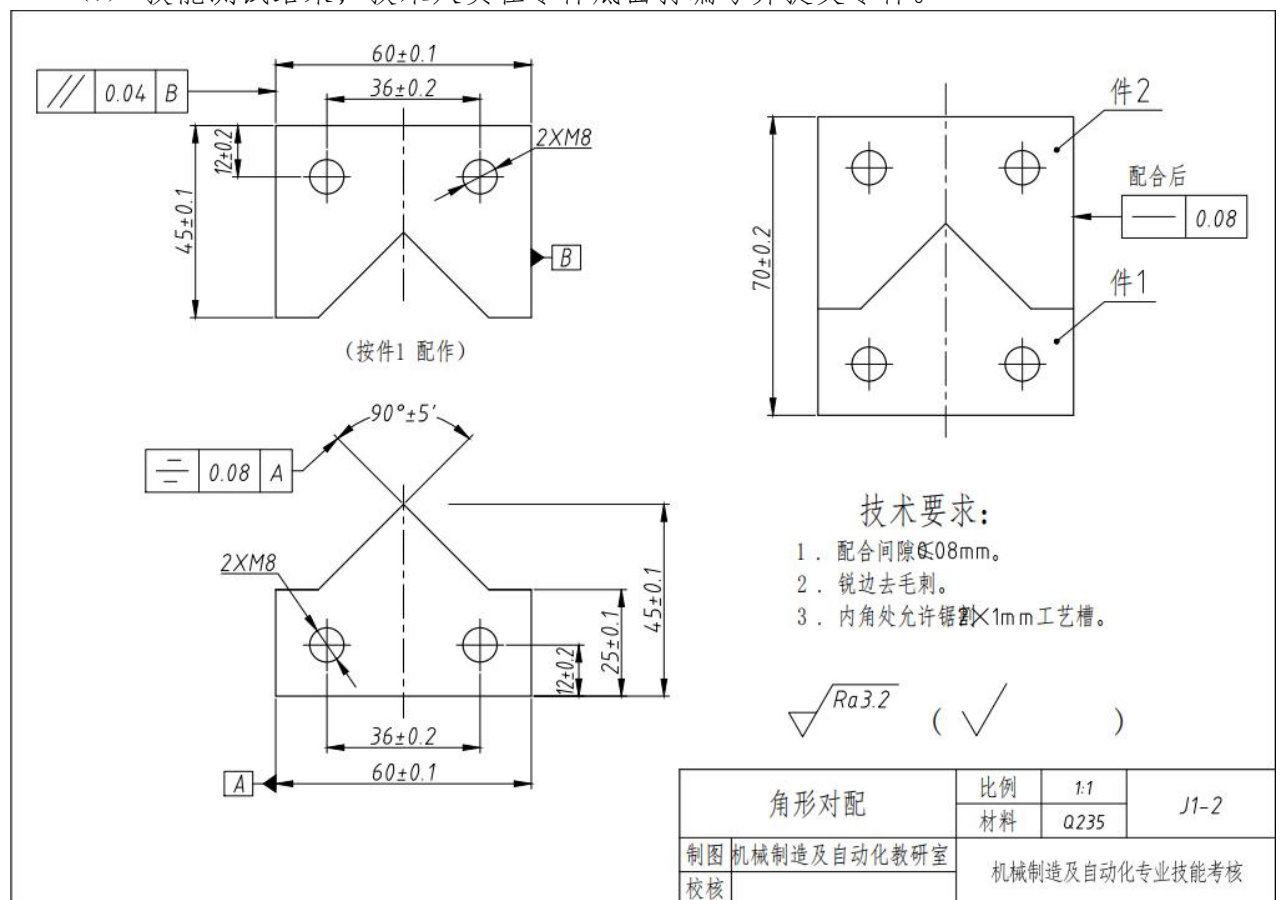

图 1-1-2 角形对配
- (1) 能读懂零件图及工艺装配图，进行零件加工工艺分析；
- (2) 正确选择与使用常用工具和设备进行划线、锉、锯、孔加工、螺纹加工和锉配加工等；
- (3) 根据零件图 1-1-2 的要求完成凸、凹零件的加工与配锉加工。去毛刺，倒棱角 C0.3，配合面不允许倒角，不准使用专用工、夹具加工和抛光；
- (4) 使用常用量具对加工零件进行检验；
- (5) 严格执行工作程序、工作规范和安全操作规程；
- (6) 毛坯尺寸：62×47×6(单位 mm)，材料：Q235 钢板。毛坯及工、夹、量具由考点准备；
- (7) 技能测试结束，技术人员在零件底面打编号并提交零件。